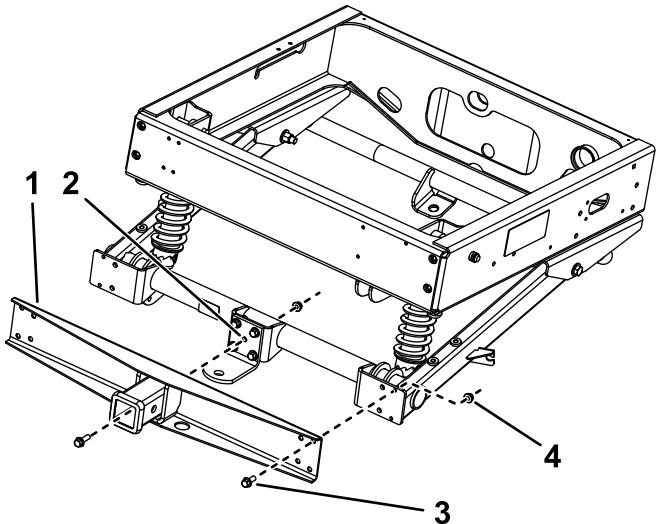

Рисунок 2
- Присоедините приемное сцепное устройство к задней поворотной раме с помощью 5 болтов с фланцевыми головками и фланцевых гаек (Рисунок 2).